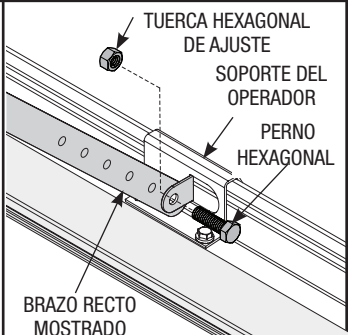

FIG. 2.6
(1) perno hexagonal de 3/8" - 16 x 1" y (1) tuerca hexagonal DE AJUSTE de 3/8" - 16, tal como se muestra en la FIG. 2.6.
(1) perno hexagonal de 5/16" - 18 x 1" y (1) tuerca hexagonal DE AJUSTE de 5/16" - 18, tal como se muestra en la FIG. 2.6.